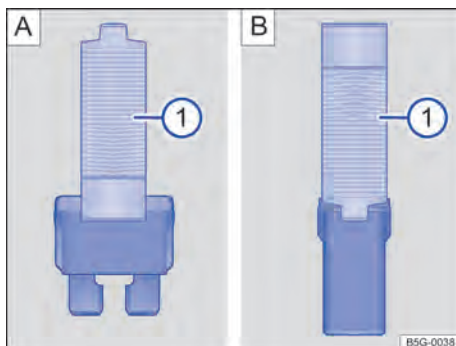

Fig. 198 Retirar ou colocar o fusível com a pinça de plástico: **A**: fusível plano, **B**: fusível de bloqueio.
- Se necessário, retirar a pinça de plástico → Fig. 198 ① da cobertura da caixa de fusíveis.
- De acordo com a versão do fusível, colocar as garras adequadas do alicate plástico → Fig. 198 [A] ① ou → Fig. 198 [B] ① lateralmente no fusível.
- Caso o fusível esteja queimado, substituir o fusível por um novo da *mesma* intensidade de corrente (mesma cor e inscrição) e do *mesmo* tamanho → ②.